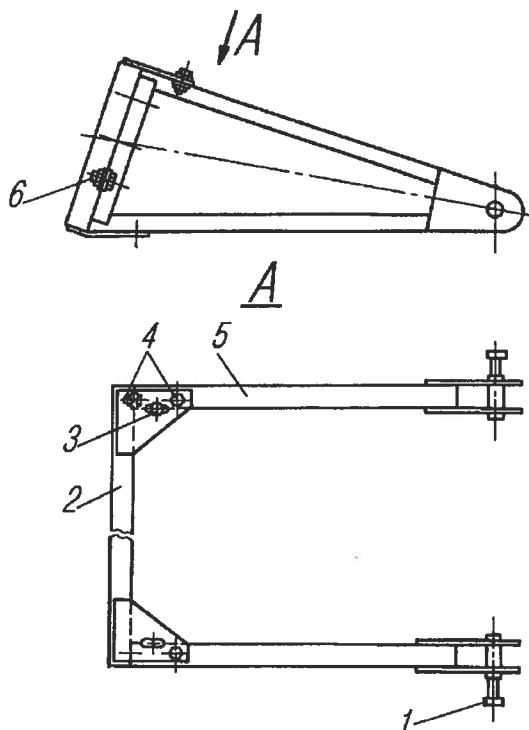
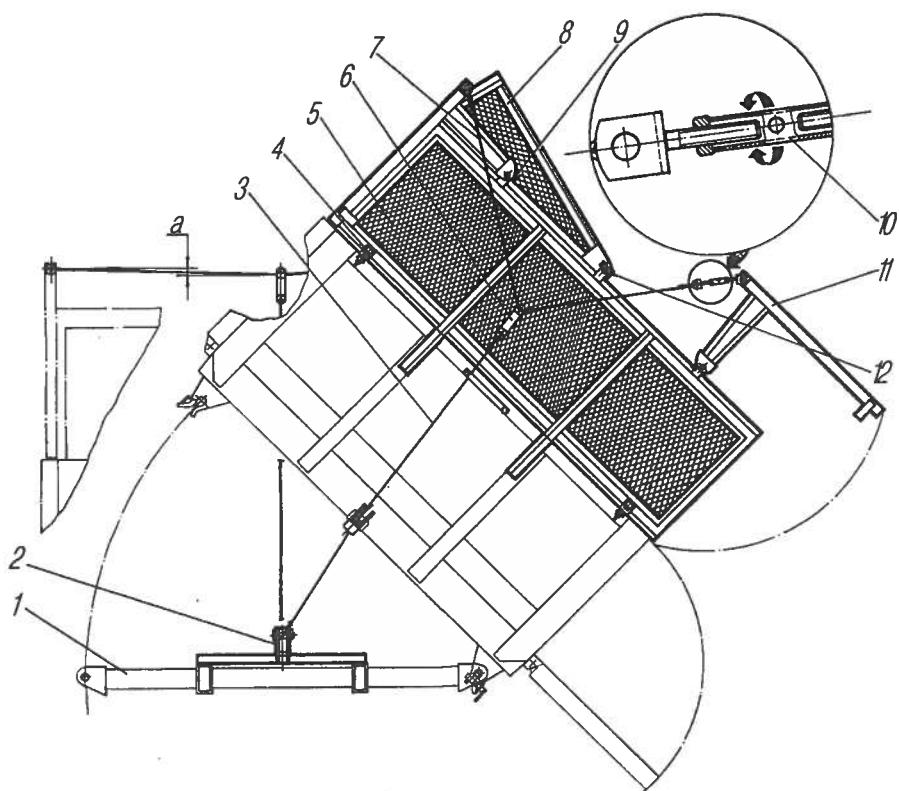

Рис. 102. Козырек:
Рис. 103. Борта надставные:
Для увеличения объема платформы при перевозке легковесных грузов платформа укомплектована козырьком (рис. 102) и съемным комплектом надставных бортов (рис. 103).
**Надставные борта** металлические, каркасного типа. Панели боковых бортов из просечной сетки. Механизм открывания надставных бортов тросовый, срабатывает автоматически при опрокидывании платформы. Установка привода откидывания бортов и регулировка показаны на рис. 102. Закрываются надставные борта под действием собственной массы.